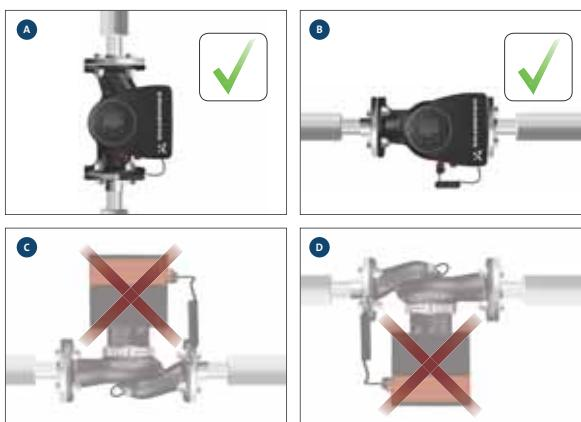

Fig. 4 Pompa instalată cu arborele motorului orizontal
- Pompa instalată corect într-o conductă verticală. Vezi fig. 4 (A).
- Pompa instalată corect într-o conductă orizontală. Vezi fig. 4 (B).
- Nu instalați pompa cu arborele motorului vertical. Vezi fig. 4 (C și D).